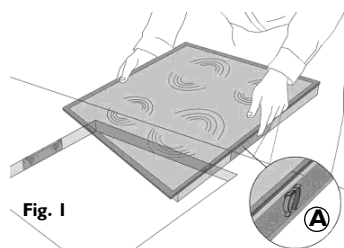

Fig. 1
- Placez les 4 attaches **(A)**, si elles ne sont pas déjà installées, autour du cadran de la table de cuisson, dans le logement prévu à cet effet, voir la Fig. 1.